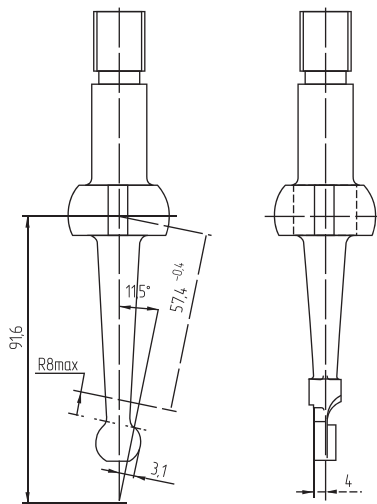

Рис. 15
4. Приобретите механизм переключения РК с каталожным номером 3163-00-1803010-00. При покупке убедитесь, что сам рычаг имеет конфигурацию согласно **Рис. 15**. Если до установки стоял однорычажный механизм старого образца, то возможно заменить рычаг переключения передач РК 3160-1803070 выпуска не ранее сентября 2009 г со специальной проточкой на нижнем конце рычага. Рекомендуем купить рычаг в магазине, т.к. при доработке рычага установленного ранее в автомобиле приведет к потере термообработки нижнего конца рычага. При невозможности покупки отдельного рычага можно купить механизм в сборе, на котором установлен модифицированный.